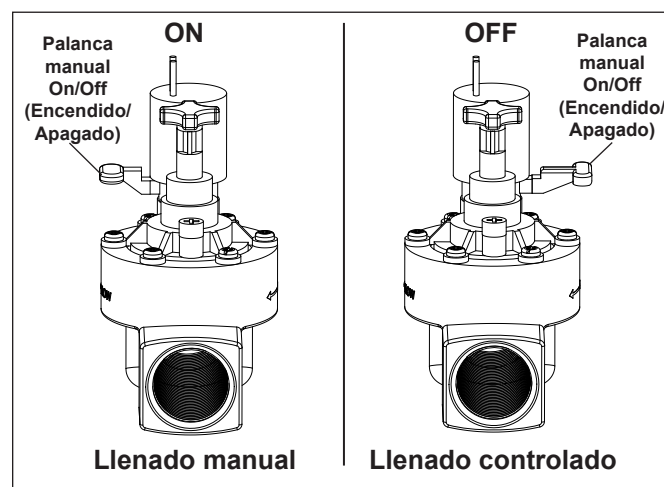

Figura 6. Palanca de la válvula manual
5. Coloque la palanca ON/OFF manual, ubicada debajo del solenoide, en posición OFF (Apagado), para que sólo se pueda abrir con el Levolor de agua electrónico. Véase Figura 6.